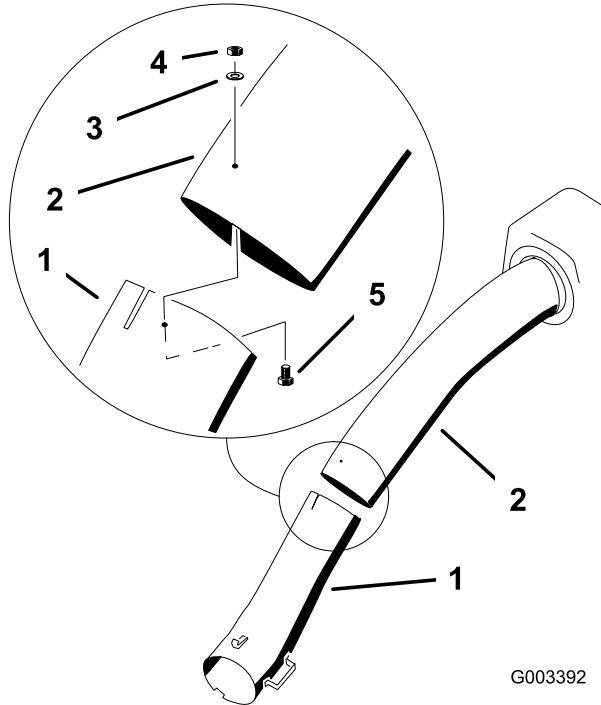

Figura 28
11. Una los tubos superior e inferior con 3 pernos (N.^o 10 x ¾"), 3 arandelas planas (7/32"), y 3 contratuerca (N.^o 10), como se muestra en la Figura 28.